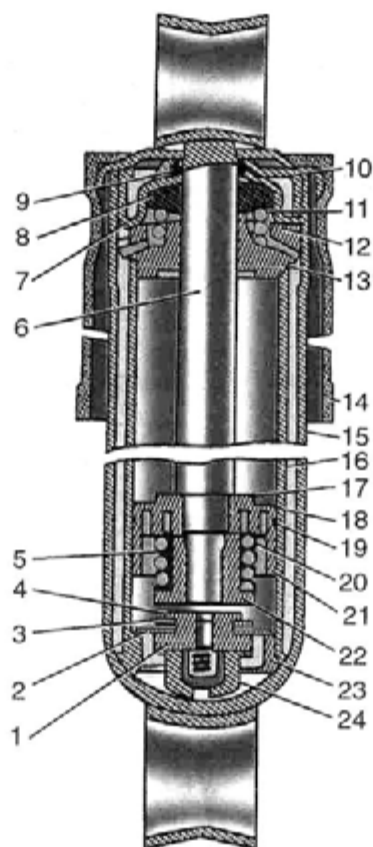
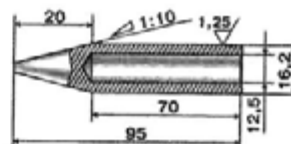

Рис. 6.11. Амортизатор выпуска до 1997 года:
Рис. 6.15. Оправка для надевания сальника
До 1997 года на автофургоны и автобусы устанавливались амортизаторы (рис. 6.11), в конструк-
- зажать в тисках нижнюю проушину, выдвинуть шток 1 (см. рис. 6.11) за верхнюю проушину вверх до отказа и отвернуть гайку 5 резервуара;
- закрепить кожух за проушину в тисках, установить на него гайку 5, при помощи оправки (рис. 6.15) надеть на шток резиновый сальник 3 (см. рис. 6.11) так, чтобы надпись «НИЗ» была обращена к резьбовому концу штока. Перед установкой на внутреннюю поверхность сальника 3 нанести слой смазки ЦИАТИМ-201;